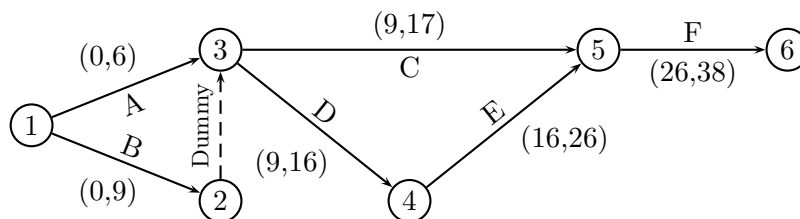

Figura 3.4: Resolución de la malla - Paso 4
3.3). Finalmente, el tiempo más temprano para el nodo 5 es de 26 días, por lo que la actividad F sólo puede comenzar en dicho instante. Los intervalos de tiempo más temprano para todas las actividades del proyecto se muestran en la figura 3.4. A partir de esta figura, se puede concluir que la **duración mínima del proyecto** es de 38 días, cantidad que corresponde al camino más largo para llegar del nodo inicial 1 al nodo final 6.